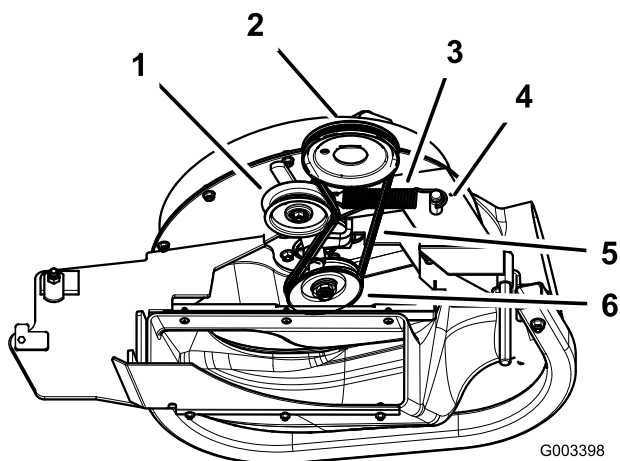

Figure 33
3. Tirez sur la poulie de tension à ressort pour détendre la courroie (Figure 33).
5. Montez la nouvelle courroie autour des poulies de ventilateur et de la poulie du tablier de coupe (Figure 33).
7. Tirez en arrière la poulie de tension rappelée par ressort et chaussez la courroie dessus (Figure 33).